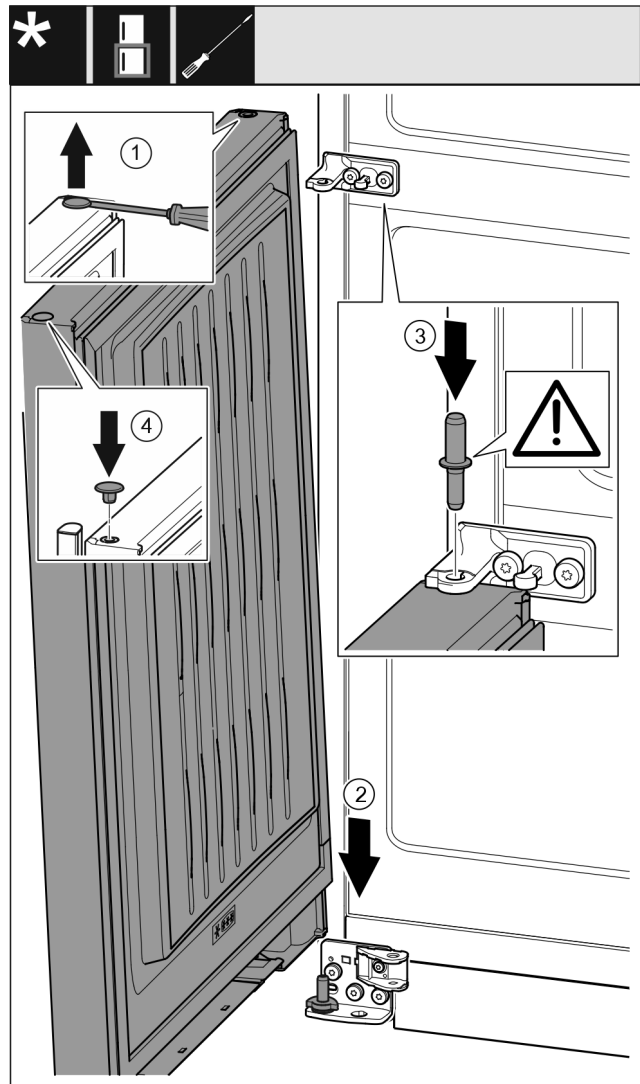

Fig. 57
- ▶ Plochým skrutkovačom opatrne nadvihnite a vyberte zátku Fig. 57 (1).
- ▶ Nasadte dvere Fig. 57 (2) zhora na dolný ložiskový čap.
- ▶ Nasadte ložiskový čap v strede Fig. 57 (3) cez ložiskovú konzolu v strede do dolných dverí. Dbajte pritom na to, aby zaistovací doraz ukazoval smerom dozadu.
- ▶ Zátku Fig. 57 (4) opäť nasadte na druhú stranu dverí.